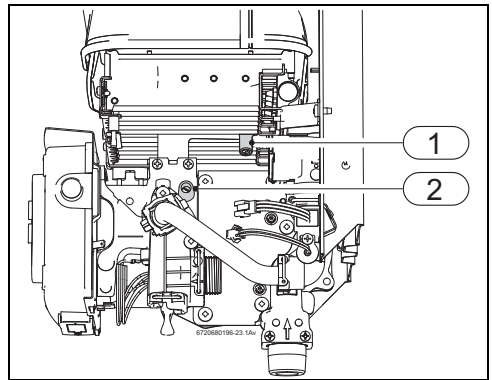

Fig. 24 *Puntos de medición de presión*
- ▶ Aflojar el tornillo obturador (Fig. 24, [pos. 1]).
- ▶ Conectar el manómetro al punto de medición para la presión del quemador (Fig. 24, pos. 1).
- ▶ Regular la presión del quemador mínimo (tabla 12) utilizando el tornillo de ajuste del caudal de gas mínimo (Fig. 24, [pos. 2]).